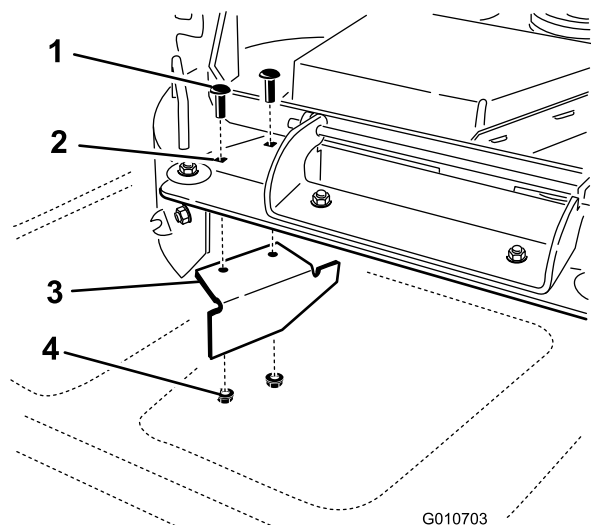

Figura 39
14. Nel sacchetto delle parti sciolte, individuate i deflettore di chiusura. Rimuovete gli elementi di fissaggio dai fori posteriori della piastra di scarico. Montate il deflettore nell'apertura di scarico laterale sul piatto di taglio (Figura 39).